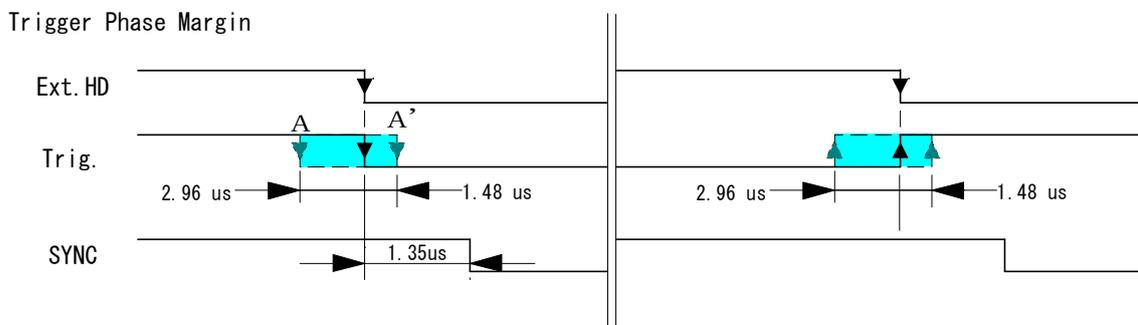

図 18. トリガと HD 位相関係
蓄積モードは「EPS」及び「PWC」トリガモードでは HD 同期蓄積又は HD 非同期蓄積の選択が出来ます。HD 同期蓄積における 最大1Hのジッターを避けるためには 図18に示すようにトリガをHDに同期させる必要があります。もしトリガの立下り、立ち上がりが 青い部分以内にあるようでしたら 蓄積ジッターは最小に抑えられます。
HD 同期モードで発生する1H 以内のジッターを避けるためには トリガを HD に同期させることが必要です(図 18 参照)。露光開始遅延時間は図 23 に示しております。タイミングの詳細は図 11,12,と図 23 を参照ください。
- 同期蓄積モード時(設定「LS」=0)の最大 1H のジッターを避けるには図 18 に示すような HD とトリガの位相関係に設定してください。
このモードでは蓄積時間はトリガのパルス幅と同じです。したがって長時間露光が可能となります。長時間露光の推奨時間は 2 秒以内です。蓄積は HD 同期、非同期に対応しております。露光開始遅延時間は図 24 に示しております。HD 同期蓄積モードにおける最大 1H のジッターを避けるためには図 18 に示したトリガと HD の位相関係が必要です。コマンド「LS」を「0」に設定すると HD 同期蓄積モードになりトリガの「立下り」後の最初の HD パルスで蓄積を開始します。「LS」を「1」に設定すると、非同期蓄積モードになりトリガの「立下り」で直ちに露光を開始します。そしてトリガの「立上がり」で停止し映像が読み出されます。タイミングの詳細に関しては図 11,12 及び図 24 を参照ください。